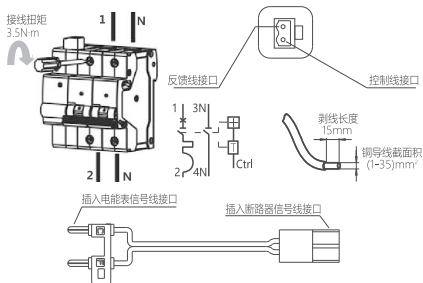

图5 接线方式
6.4 适用于铜导线连接，导线选择见表4，接线方式及剥线长度示意如下图5